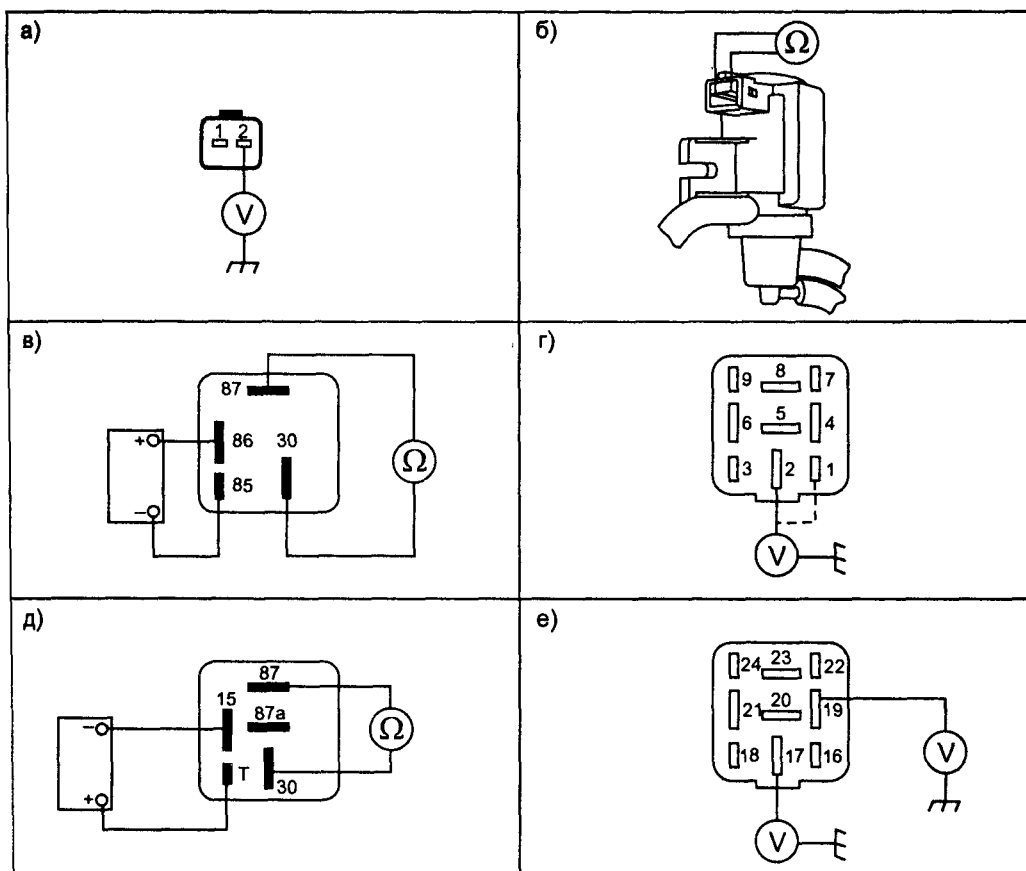

Рис. 1.2.10. Контроль выпуска ОГ и система обеспечения ЭСУД
- отключают разъем клапана EGR и, при включенном зажигании, проверяют наличие 12 В на контакте 2 разъема жгута клапана (см. рис. 1.2.10а), если питания нет, проверяют предохранитель F1, реле K46, замок зажигания и соответствующие соединения;
- измеряют сопротивление обмотки соленооида клапана EGR между контактами 1 и 2 разъема, его величина должна быть в пределах 14...18 Ом (см. рис. 1.2.10б).
- извлекают главное реле питания ЭСУД К46 из разъема, собирают диагностическую схему (см. рис. 1.2.10в) и проверяют его срабатывание, контакты 87 и 30 должны замкнуться при подключении питания к контактам 86, 85;
- на контактах 1 и 2 колодки главного реле питания ЭСУД всегда должно присутствовать напряжение 12 В (см. рис. 1.2.10г), если питания нет, проверяют замок зажигания и соответствующие соединения;
- извлекают реле свечей накаливания К22 из разъема собирают диагностическую схему (см. рис. 1.2.10д) и проверяют его срабатывание, контакты 87 и 30 должны замкнуться при подаче питания на контакты 15, Т;
- проверяют наличие напряжения 12 В на контактах 19 (только при включенном зажигании) и 17 (постоянно) колодки реле свечей накаливания (см. рис. 1.2.10е), если питания нет, проверяют замок зажигания и соответствующие соединения;